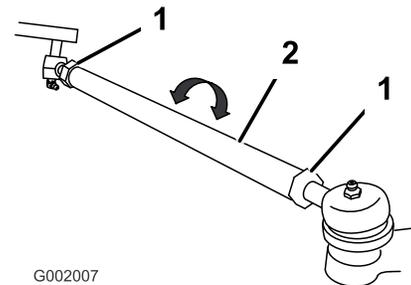

Figura 52
- Si la medida no se encuentra en el intervalo especificado, afloje las contratuercas en ambos extremos de las bielas (Figura 52).